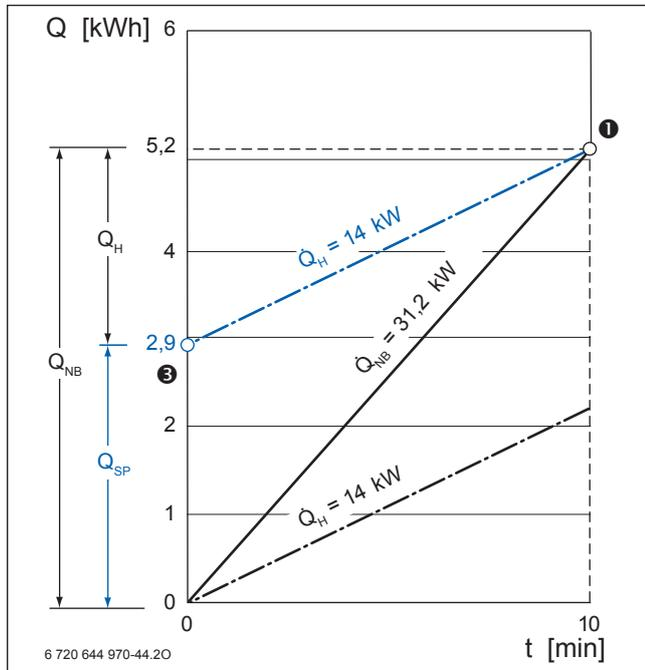

Bild 57 Ermittlung der theoretischen Speicherkapazität bei gegebener Wärmeleistung
Im Wärmeschaubild ist die Heizlinie $\dot{Q}_H = 14$ kW parallel so zu verschieben, dass sie auf den Bedarfspunkt ❶ trifft (→ Bild 57). Am Schnittpunkt ❷ mit der Ordinatenachse ist die theoretische Speicherkapazität $Q_{Sp} = 2,9$ kWh ablesbar. Aus der theoretischen Speicherkapazität lässt sich der entsprechende Speicherinhalt ermitteln.
Das Wärmeschaubild (\rightarrow Bild 57, Seite 85) setzt voraus, dass die Entnahme der 83 Liter aus dem Speicher und die Durchlauf-Wassererwärmung der 67 Liter durch $\dot{Q}_H = 14 \text{ kW}$ gleichzeitig ablaufen.